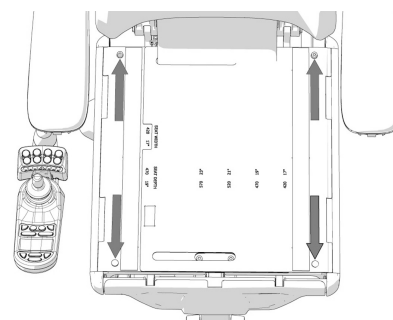

Bild 82. Plåtarna sitter monterade med två skruvar i bakkant samt två snabbfästklämmor i framkant.
4. Demontera sitsplåtarna, de sitter monterade med två skruvar i bakkant samt två snabbfästklämmor i framkant. Se bild. 82. Demontera först skruvarna, tryck sedan försiktigt med handen på sitsplåtens undersida så att snabbfästklämmorna i framkant släpper.